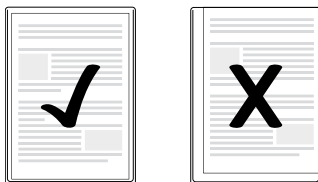

Fig. 1
- ▶ Vær opmærksom på, at alle dokumentets kanter skal have mindst to millimeter afstand til folielommens kant som vist på fig. 1.